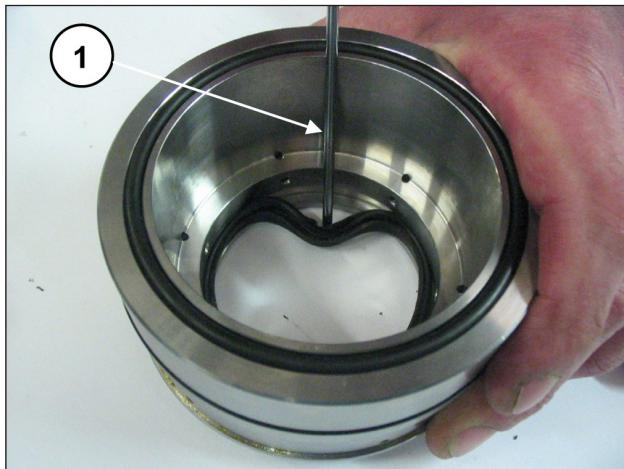

图 168
要拆除低压密封圈，必须使用厚度计或不会损坏密封圈底座底部的工具（位置①，图 168）。